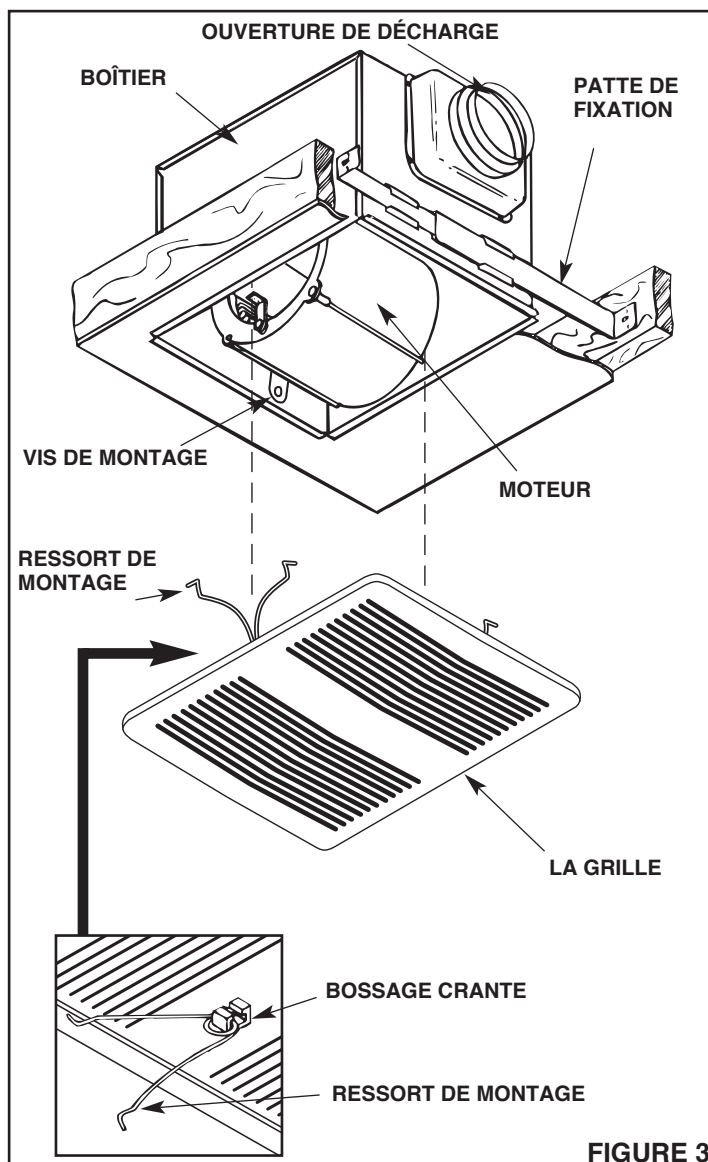

FIGURE 3
- Reportez-vous à la Figure 3.** Resserrer la vis à fond.
- Voir Figure 3.** Insérer la boucle centrale des ressorts de montage de la grille dans les bossages à rainures au dos de la grille.